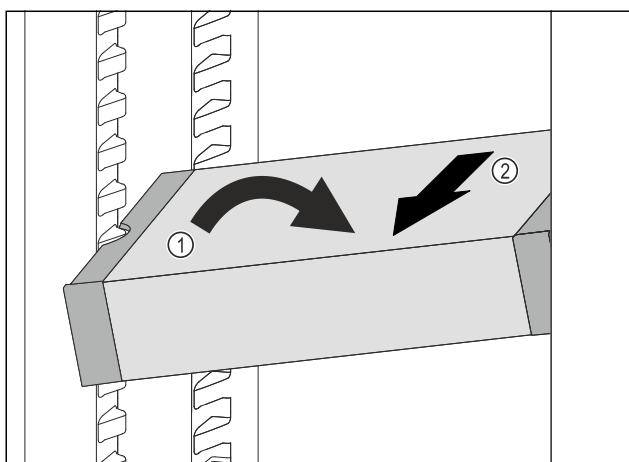

Fig. 69
- VarioSafe postavte v chladničce šikmo. Fig. 69 (1)
- VarioSafe odeberte směrem dopředu. Fig. 69 (2)